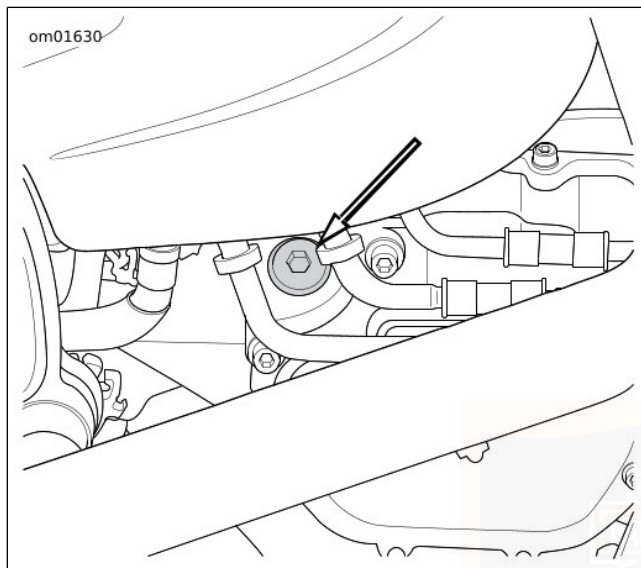

Figure 38. Emplacement du bouchon de remplissage/jauge de la transmission
2. Voir Figure 38. Retirer le bouchon de remplissage/jauge fileté en le faisant tourner dans le sens antihoraire.
1. Voir Figure 38. Retirer le bouchon de remplissage/jauge de la transmission.